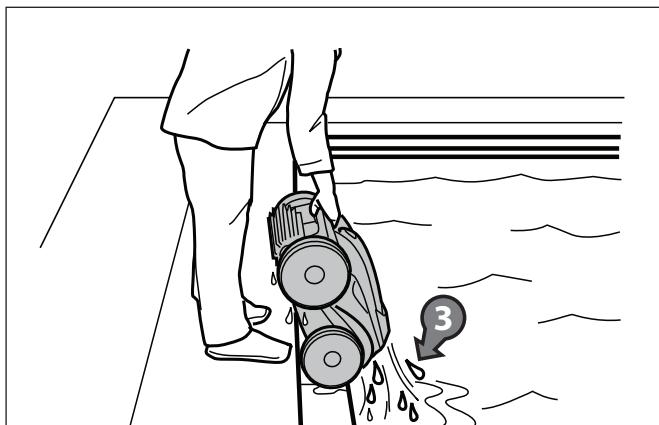

Figura 18. Sostenga el limpiafondos en posición vertical para drenar el agua
2. Sostenga el limpiafondos en posición vertical para drenar (Figura 18).